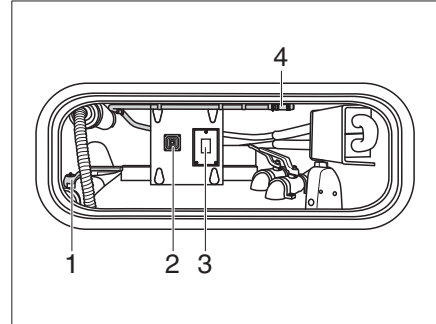

Bild 303 Spola kassett till toalett med kvarn (bild i förvaringsbox)
- Öppna tömningsventilen (Bild 303,1).
- Tryck på omkopplaren (Bild 303, 3). Spärrventilen för tömningen under golvet öppnar sig.
- Manövrera omkopplaren (Bild 303,2) för tömningssumpen.
- Haka loss slangen för tankrengöringen (Bild 303,4) i förvaringsboxen och anslut den till en vattenanslutning.
- Ta av vattenanslutningen efter spolningen och stoppa undan slangen för tankrengöringen (Bild 303,4) för förvaring.
- Stäng tömningsventilen (Bild 303,1).